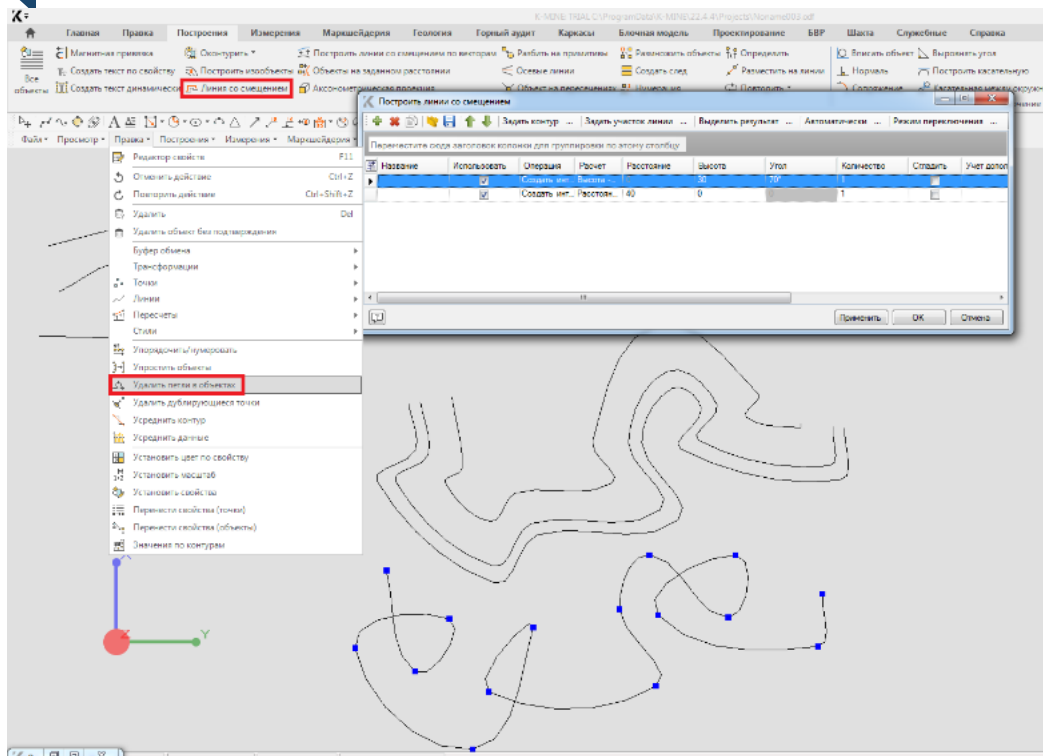

Рисунок 1.3 - Пример выполнения задания 19
19. Намалюйте довільний сплайн з петлями. За допомогою процедури видалите петлі в цьому сплайні. Потім проведіть побудову однієї бровки із зсувом на 30 м всередину, а інший на 40 м назовні (рис.1.3).